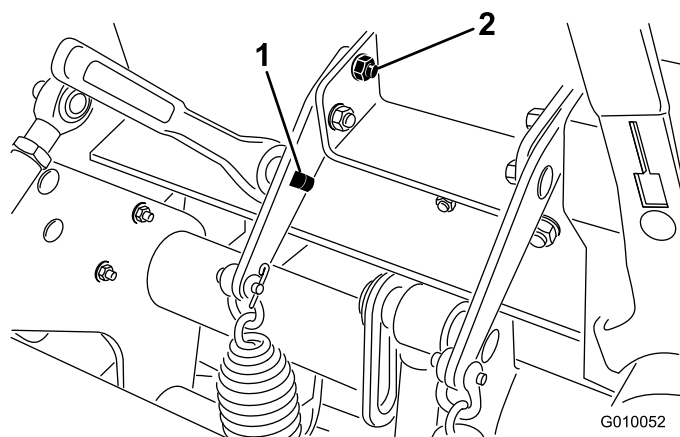

図 37
2. スプリング・プレートの四角い穴に 1/2" のラチェットまたはボールを差し込む (図 37)。